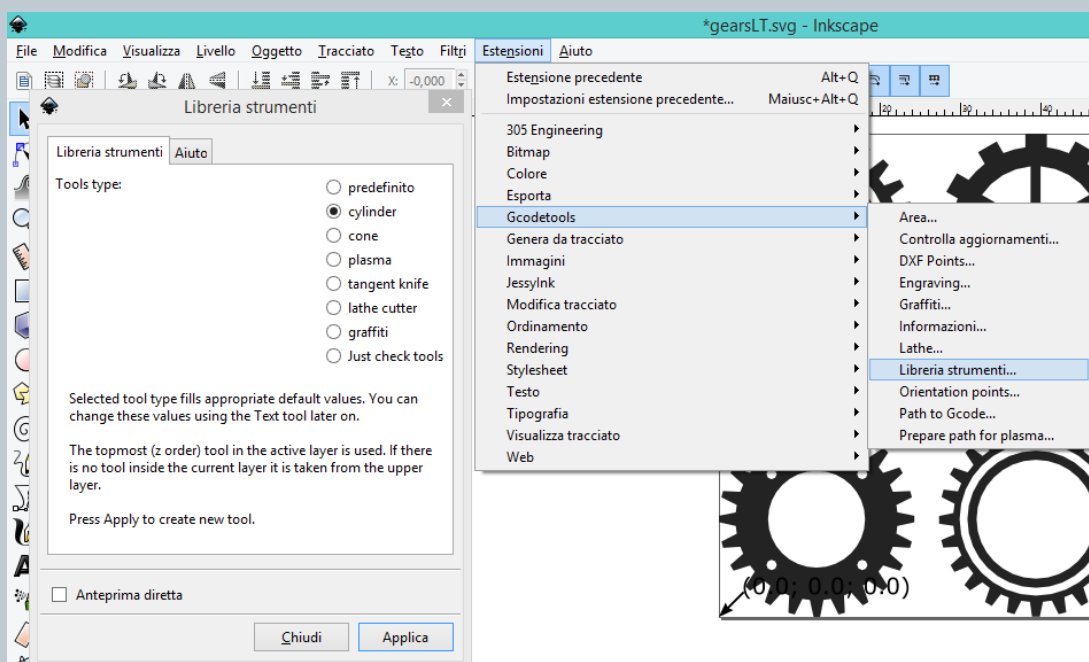

Fig. 57
- Confermare con "Applica" e completato il processo con "Chiudi". (Fig. 57)